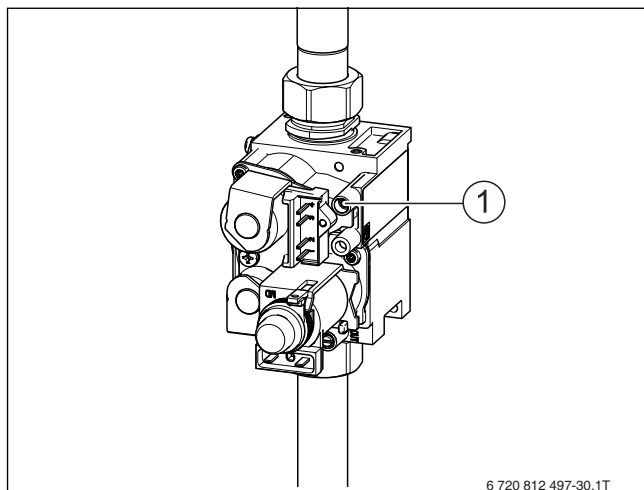

Рис. 25 Измерение подаваемого давления газа
- ▶ Отверните на 2 оборота запорный винт ниппеля (→ рис. 25, [1]), предназначенного для измерения подаваемого давления газа и выпуска воздуха.
- ▶ Соедините шлангом штуцер с прибором измерения давления и ниппель (→ рис. 25, [1]) для измерения подаваемого давления газа и выпуска воздуха.